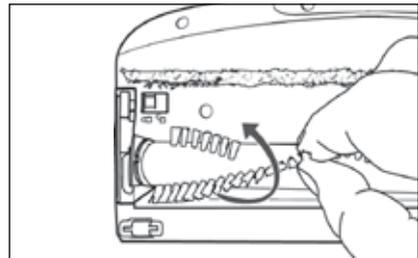

Fig. 25
- 3) Tire del rodillo de cepillos **21** por las cerdas para extraerlo del cepillo para suelos **22**. Para extraerlo con más facilidad, gire ligeramente el rodillo de cepillos **21** al mismo tiempo (consulte la fig. 25).